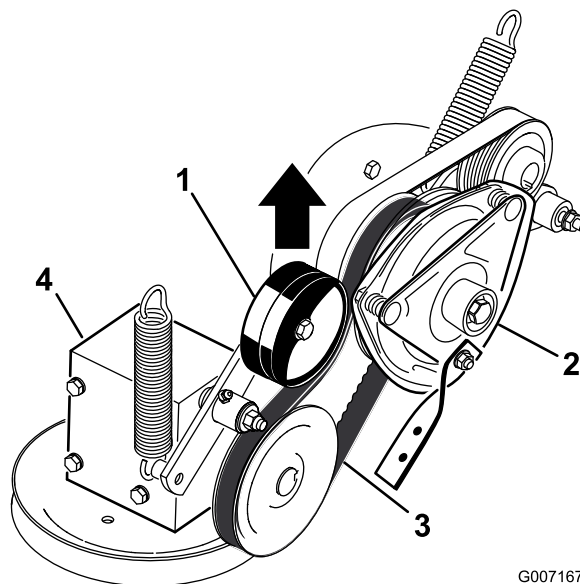

Figura 76
5. Puxe a polia intermédia da mola para a correia de transmissão da PTO e retire a correia da polia da embraiagem (Figura 76).
17. Puxe a polia intermédia da mola para a correia de transmissão da PTO e instale-a na polia da embraiagem (Figura 76).